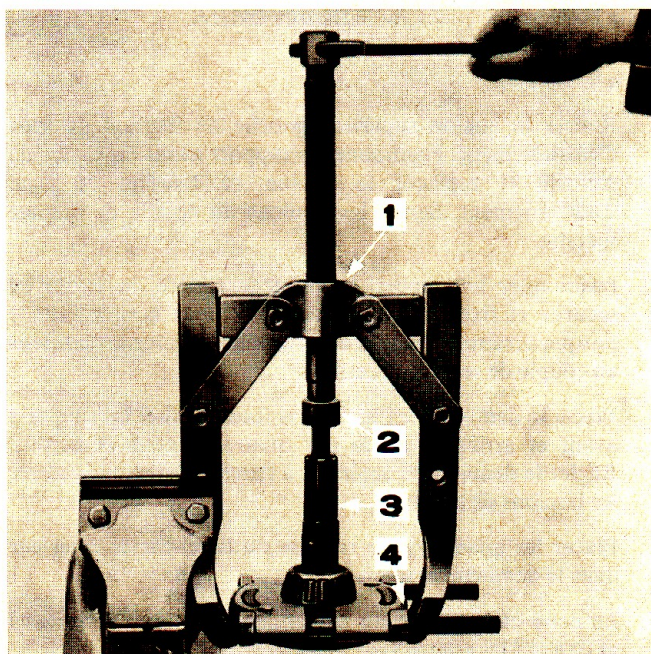

Fig. 2: Extraction du roulement d'arbre de sortie
10. Extraire le roulement extérieur de l'arbre de sortie à l'aide de l'extracteur No. 1003 et des accessoires No. 951 et 625-3 (Voir Fig. 2). Retirer la bague d'étanchéité de l'arbre.